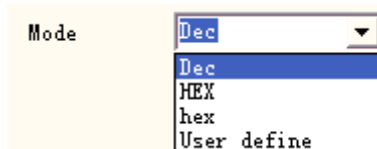

Рис. 4-36. Режим серийного номера
**Режим:** режим текущего используемого серийного номера, см. Рис. 4-36.